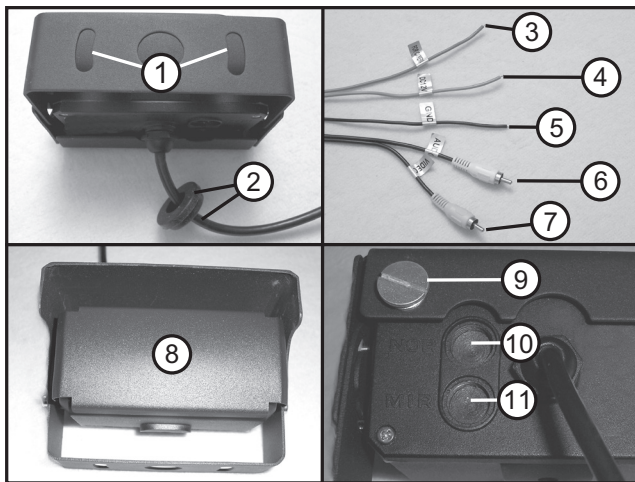

Figure 2
- Placez la caméra à l'emplacement de montage choisi avec l'étrier de fixation (figure 1, point 4) et marquez les trous de fixation sur l'emplacement de montage au centre des deux fentes de l'étrier de montage (figure 2, point 1). Percez des trous de fixation adaptés pour les vis à utiliser en vous servant d'un foret adéquat.
- Vérifiez si votre véhicule dispose déjà d'une ouverture appropriée ou pouvant être utilisée pour faire passer les câbles de raccordement de la caméra (Fig. 2, point 2) à l'intérieur du véhicule. Sinon, vous devrez percer un trou adéquat à un endroit approprié. Pour pouvoir bien insérer le joint de câble (Fig. 2, point 2) monté sur le câble de la caméra, le trou doit présenter un diamètre de 20 mm environ.
- Raccordez ensuite la caméra à la source d'alimentation. Pour cela, connectez le câble noir (« GND », figure 2, point 5, d'environ 3,5 mètres de long) avec la masse du véhicule (pôle négatif, p. ex. pour les feux de recul) et le câble rouge (« DC 12V », figure 2, point 4, d'environ 10 mètres de long) avec un câble positif de 12V qui est sous tension uniquement lorsque le moteur tourne (p. ex. sous le tableau de bord). Connectez le câble rose (« For Camera », figure 2, point 3, d'environ 3,5 mètres de long) avec un câble qui connecte les feux de recul au pôle positif de la batterie lorsque la marche arrière est passée (p. ex. pour les feux de recul).
- Raccordez la sortie audio (figure 2, point 6, connecteur blanc) et la sortie vidéo (figure 2, point 7, connecteur jaune) à l'écran prévu pour la caméra de plaque d'immatriculation. Le câble de rallonge approprié n'est pas inclus et il doit être commandé séparément dans la longueur désirée.
- Effectuez un test selon le point suivant « Fonctionnement de la caméra pour plaque d'immatriculation ». Avant l'installation définitive de la caméra, vérifiez le bon fonctionnement de celle-ci. Déterminez si vous souhaitez afficher l'image en miroir à gauche ou à droite. Le signal vidéo peut être affiché en miroir si vous ajustez le bouchon magnétique (figure 2, point 9) de « NOR » (figure 2, point 10) à « MIR » (figure 2, point 11).
Si la marche arrière est passée, les feux de recul de votre véhicule vont s'allumer. Étant donné que la caméra est également raccordée à l'un des câbles des feux de recul, le cache de protection de la caméra (obturateur) (figure 2, point 2) va alors s'ouvrir. Votre écran affiche alors l'espace arrière filmé par votre caméra. Les bruits à l'arrière de votre véhicule sont transmis aux haut-parleurs de l'écran grâce au microphone intégré dans la caméra (figure 1, point 7).
Grâce aux LED infrarouges intégrées dans la caméra (figure 1, point 3), l'espace arrière est éclairé en cas d'obscurité et les obstacles seront alors facilement détectés. Les LED infrarouges sont automatiquement activées par le capteur de lumière intégré (figure 1, point 6). Si la marche avant est de nouveau passée, le cache de protection de la caméra (obturateur) se ferme (figure 2, point 8) afin de protéger la caméra des éléments extérieurs.